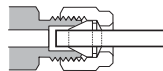

図 35 完成したフィッティング
- 9** スエーijing加工を正確に施された接続部分を図 35 に示します。スエーijing加工が正確に施されたフィッティングのチューブ端は押しつぶされることなく、フェルールの動作にも干渉しません。